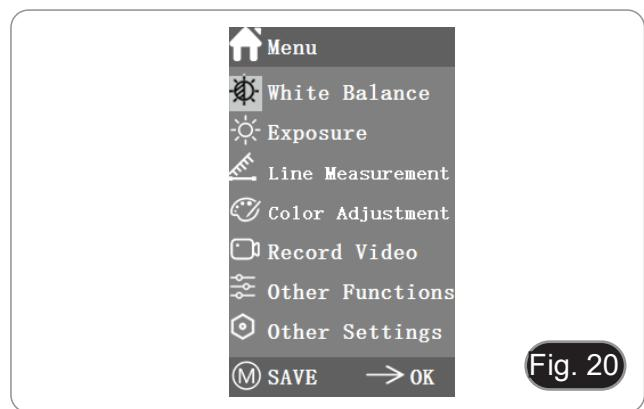

Fig. 20
- La posizione corrente del cursore (cioè la posizione dell'icôna evidenziata) è l'opzione della funzione di bilanciamento del bianco. (Fig. 20)